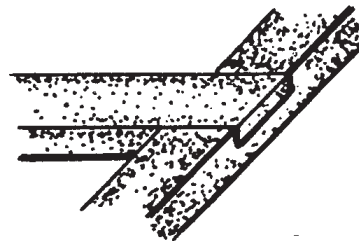

Figura 10
- Por último, aplica pegamento y une las piezas (figura 10).